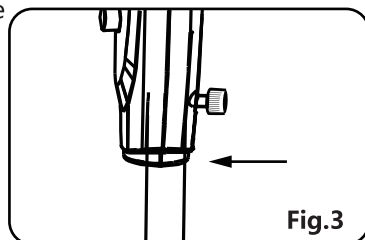

Fig.3
4. Per fissare l'unità principale al palo interno, allentare la vite a testa zigrinata nella parte inferiore dell'unità principale. Posizionare l'unità principale sul palo interno e serrare la vite a testa zigrinata. (Fig.3)